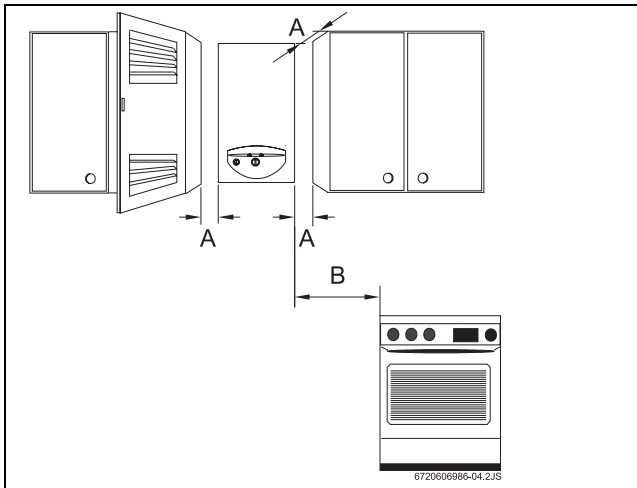

Fig. 5 Distanze minime
- assicurare la buona accessibilità nell'apparecchio per le operazioni di manutenzione, rispettando le distanze minime indicate nella Fig. 5.